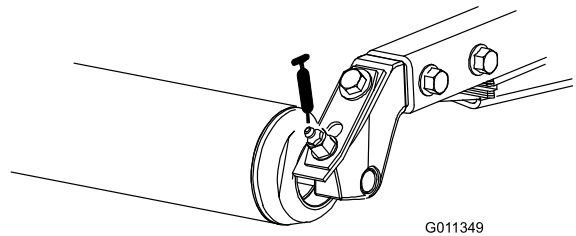

Figura 49
- Cojinetes de los rodillos traseros (2 por unidad de corte) (Figura 49).